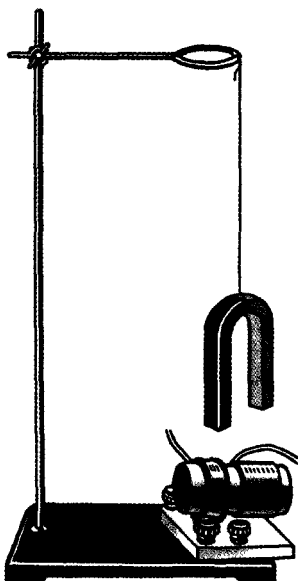

Рис. 72
1. Подвесьте к кольцу штатива дугообразный магнит (рис. 72). Между полюсами магнита (снизу) разместите катушку СВ, зажимы которой присоедините к мультиметру мультиметра, установленного на режим «200 мВ» постоянного тока.